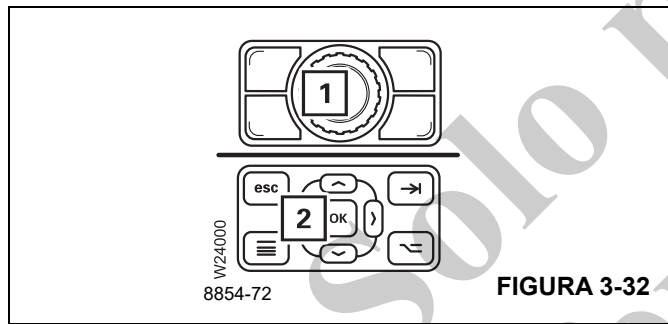

FIGURA 3-32
Una introducción puede confirmarse con el botón (1), (Figura 3-32) o (2), (Figura 3-32), (etiquetado como OK).